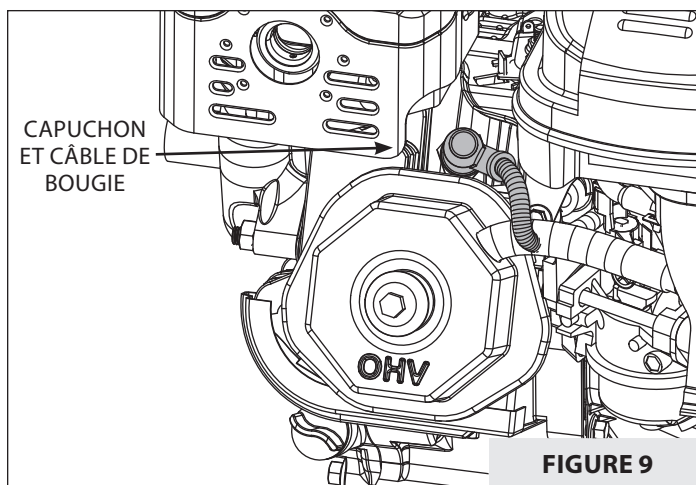

FIGURE 9
1. Débrancher le câble/capuchon de bougie et l'écartier de la bougie. **VOIR FIGURE 9.**
4. Après examen, visser la bougie à fond à la main puis serrer avec une clé à bougie pour comprimer la rondelle d'étanchéité. **VOIR FIGURE 9 À LA PAGE PRÉCÉDENTE**